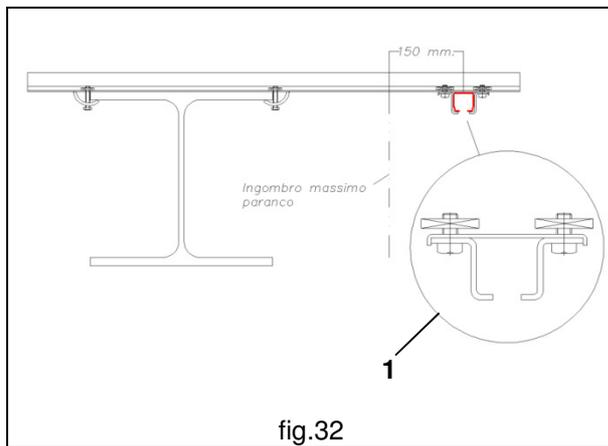

fig.32
4. Sospendere la canalina di scorrimento linea alle mensole utilizzando le sospensioni **1**. La distanza tra la trave e la linea alimentazione varia a seconda del tipo di paranco montato. In generale il festone deve scorrere a circa 150 mm. dal massimo ingombro della macchina (fig. 32).